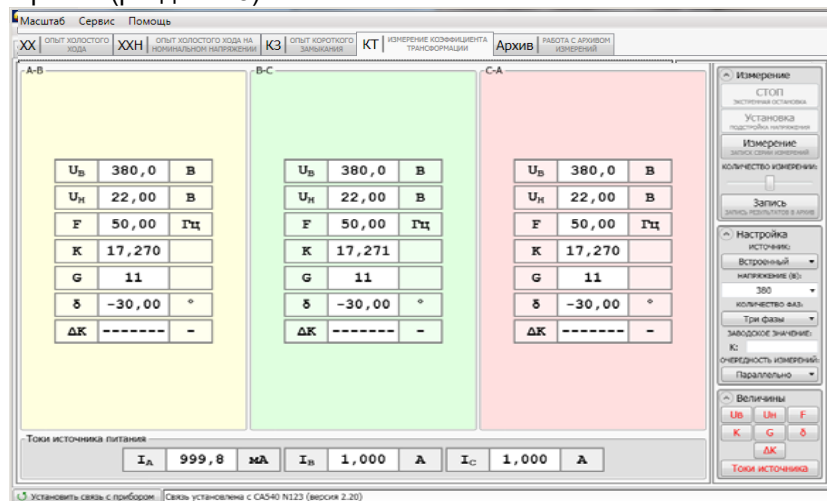

Рисунок 7.27
. На экране в таблицах "A-B", "B-C", "C-A" (при проверке однофазного трансформатора – в таблице "A-B") появятся результаты измерений (рисунок 7.27).
10) Если в п. 3 данного раздела выбран "Внешний" (нерегулируемый) источник, после завершения измерения на экране в таблицах "А-В", "В-С", "С-А" при проверке трехфазного трансформатора (рисунок 7.27) или в таблице "А-В" при проверке однофазного трансформатора появятся результаты измерений.